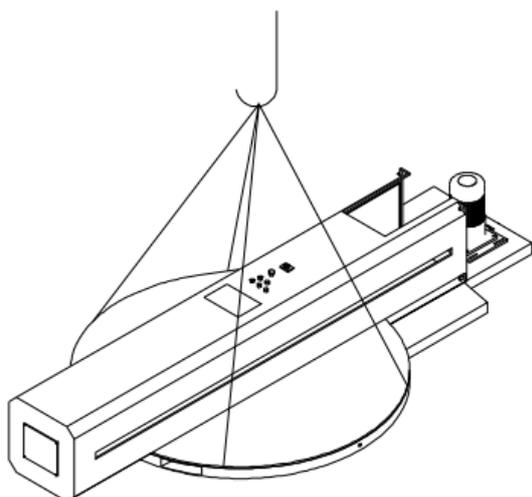
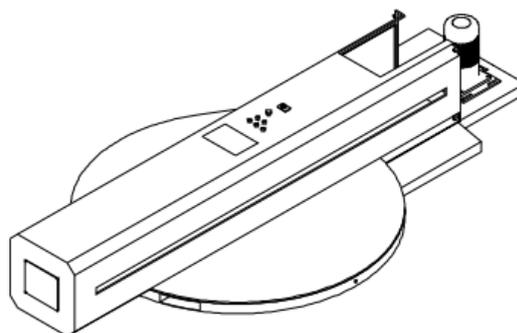

Рис. 8
Рис. 9
1. С помощью крана или вилочного автопогрузчика выньте машину из упаковки и разместите ее в горизонтальном положении в месте назначения. См. Рис. 8 и Рис. 9.